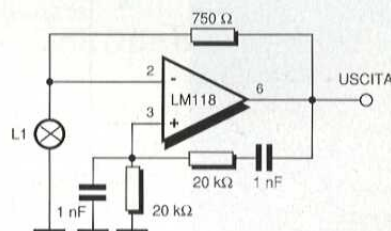

Figura 2
7. Che tipo di circuito è mostrato in Figura 2?